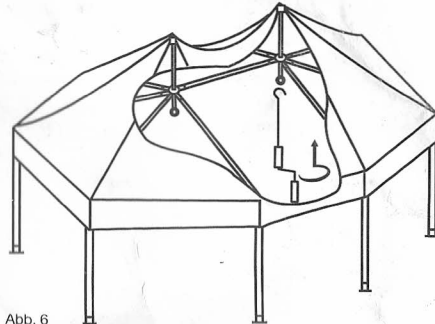

Abb. 6
Hängen Sie die Seitenwände mit den mitgelieferten Kunststoffringen an die Rohre. Bringen Sie zunächst die Seitenwände mit Fenster (M) zwischen den Rohren (6) an. Anschließend befestigen Sie die Dekoschals (N). Achten Sie bei der Anbringung der Schals darauf, dass sie jeweils um die Ecken des Pavillons hängen. Bringen Sie dazu die eine Hälfte an der ersten Stange (5) an, dann bringen Sie die andere Seite am benachbarten Rohr an, siehe auch Abb. 6. Wichtig: Verwenden Sie nur einen Ring pro Verbindungsstelle, um die Seitenwände miteinander zu verbinden. Achten Sie beim Anbringen der Seitenwände darauf, wo sich der Eingang des Pavillons befinden soll, da nur eine Seitenwand mit einem Eingang ausgestattet ist.